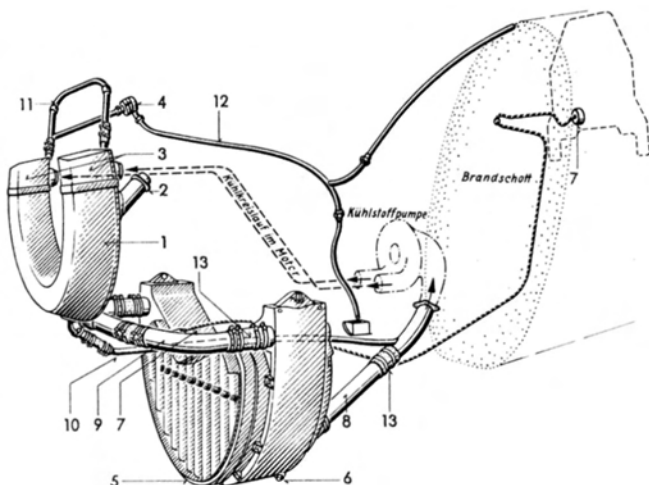

Abb. 21 Übersichtsbild der Kühlstoffanlage
Der Ausgleichbehälter (Abb. 21) (1), der mit zur Lieferung des Motors gehört, ist am vorderen Ende des Motors vor dem Untersetzungsgetriebe angebaut. Der erhitzte Kühlstoff tritt oben an jeder Seite des Behälters in einem Dampfluft-Abscheider (3) ein. Der seitlich eintretende Kühlstoff wird in Drehung versetzt und hierdurch an die Wandungen gepreßt, während der leichtere Dampf in der Mitte des Strudels hochsteigt. Er kann über die Verbindungsleitung (Druckausgleichleitung) (11) der beiden Abscheider und eine Entlüftungsleitung (12), in der ein Be- und Entlüftungsventil eingebaut ist, entweichen. Der Kühlstoff fließt durch zwei Leitungen (im Behälter), die sich zu einer vereinigen, nach dem Kühler (5). Der sich an den Wandungen niederschlagende Teil des Dampfes läuft in den hufeisenförmigen Behälter (1) ab. Der Inhalt des Behälters steht mit den von den Abscheidern zu dem Kühler führenden Leitungen durch Durchbrüche in Verbindung und wirkt daher als Ausgleichgefäß.